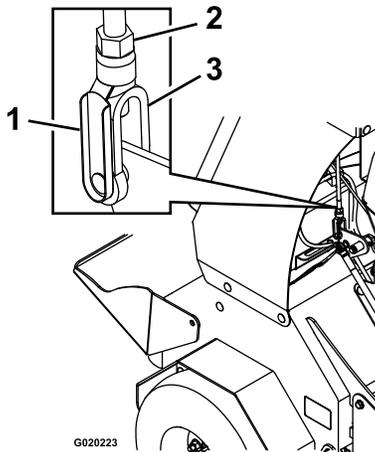

Figura 53
- B. Retire el pasador de muelle del conector de horquilla del acoplamiento de la palanca de control de tracción (Figura 53).
- F. Retire el pasador de muelle, gire el tensor en sentido horario una vuelta más e introduzca el pasador de muelle (Figura 53).
- Si la palanca de control **toca la barra de referencia**, gire el conector de horquilla (Figura 53) en sentido antihorario (visto desde la parte superior de la máquina).
- Si la palanca de control **no toca la barra de referencia**, gire el conector de horquilla (Figura 53) en sentido horario.
- D. Instale el pasador de muelle (Figura 53) y mueva la palanca de control hacia adelante.